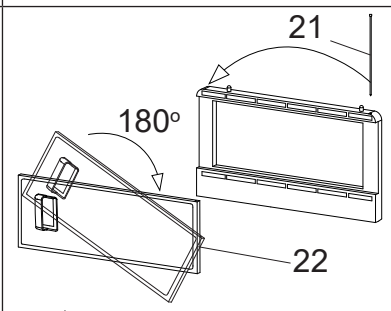

Рисунок 15
4. Извлеките ось 20 (см. рисунок 15). Снимите дверку 21, затем поверните на 180° (см. рисунок 15) и установите ее обратно. Установите ось 20 на противоположную сторону.